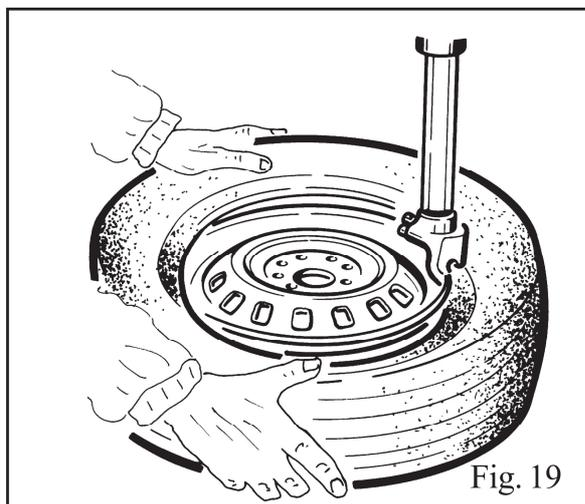

Fig. 19
- Premendo con le mani il tallone del pneumatico verso il canale del cerchio, abbassare il pedale (Z) per ruotare il mandrino in senso orario. Continuare fino a coprire l'intera circonferenza del cerchio (Fig. 19).